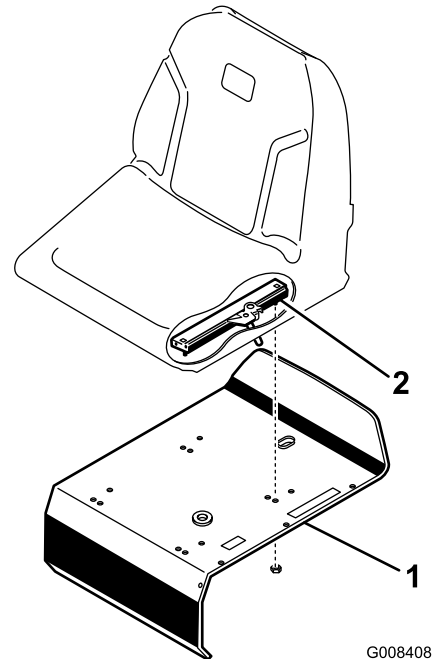

Figura 3
3. Fixe os adaptadores do banco no suporte do banco com as porcas (5/16 pol.) (Figura 3) fornecidas nas peças soltas.